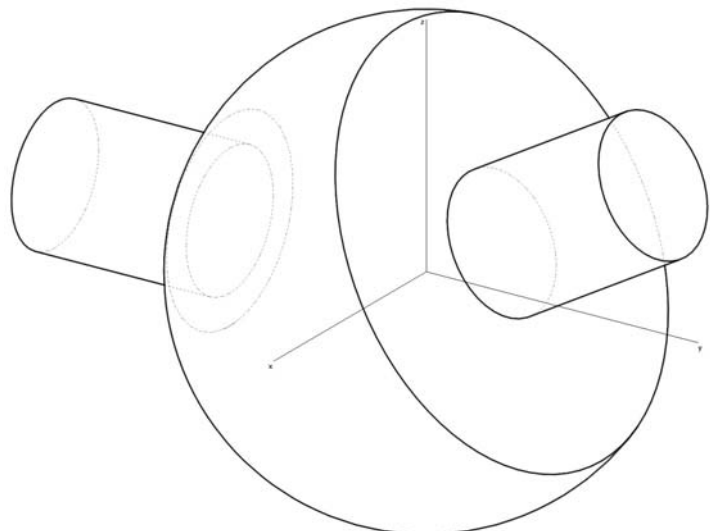

Abb. 6
(II) Erstellen und Positionieren der Drehzylinder (Abb. 6).